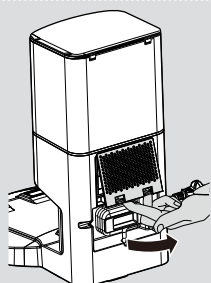

Fig. 10
1. Åpne dekselet til eksosfilteret og fjern eksosfilteret. [Fig. 10,11]